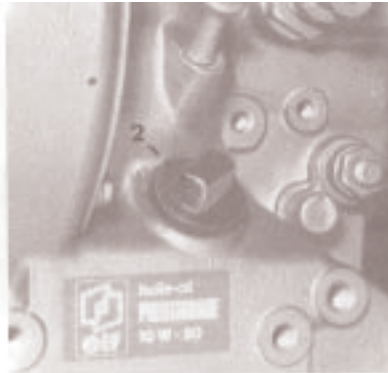

Fig 13
- 1- Dévisser le bouchon de remplissage 2 Fig.13